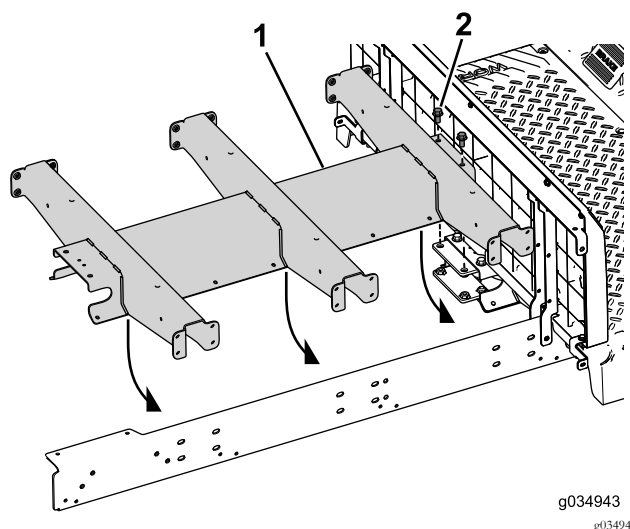

Figure 24
- Insérez les 2 boulons (3/8" x 3/4") à travers le profilé central et le support arrière (Figure 24).